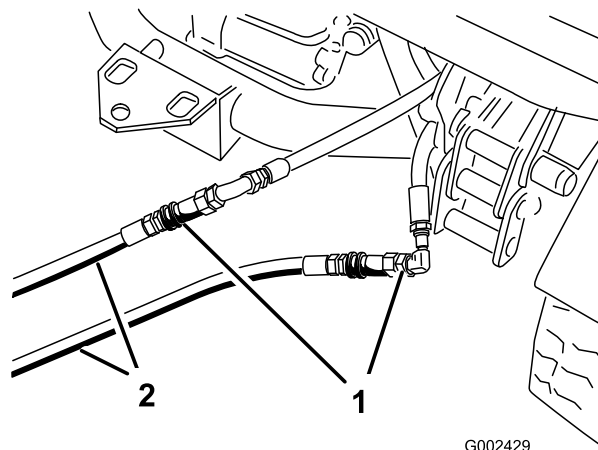

Figura 80
3. En el vehículo inmovilizado, conecte los dos manguitos de interconexión a los manguitos que fueron desconectados (Figura 80). Tapone los acoplamientos no utilizados.